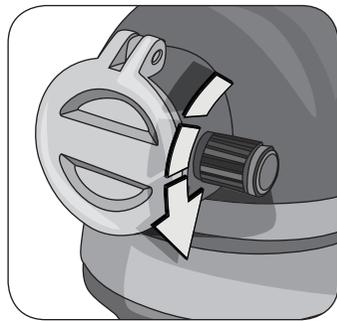

Fig. 11
- 1 Svitare in senso antiorario il perno (V) per sbloccare l'attacco per accessori (Fig. 11).